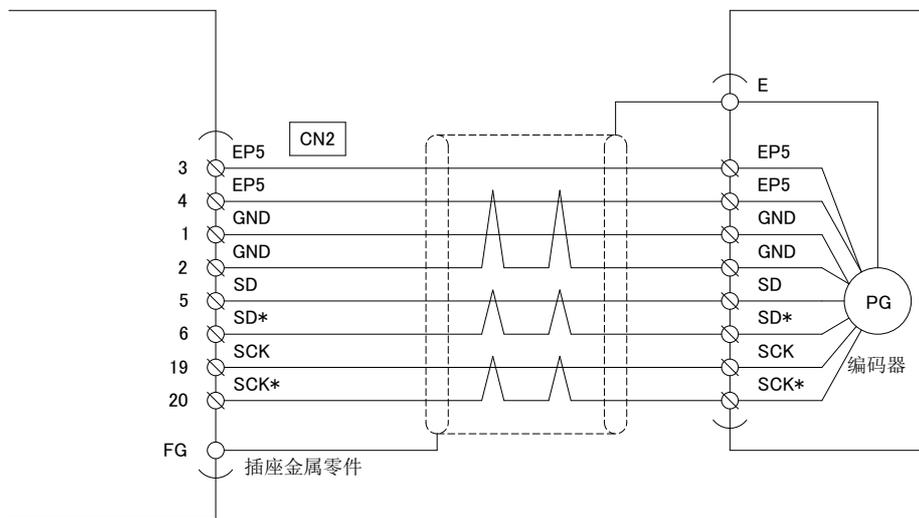

图3-2 串行编码器连接图
- 注 5: 使用串行编码器时的连接, 请参照「图 3-2 串行编码器连接图」。